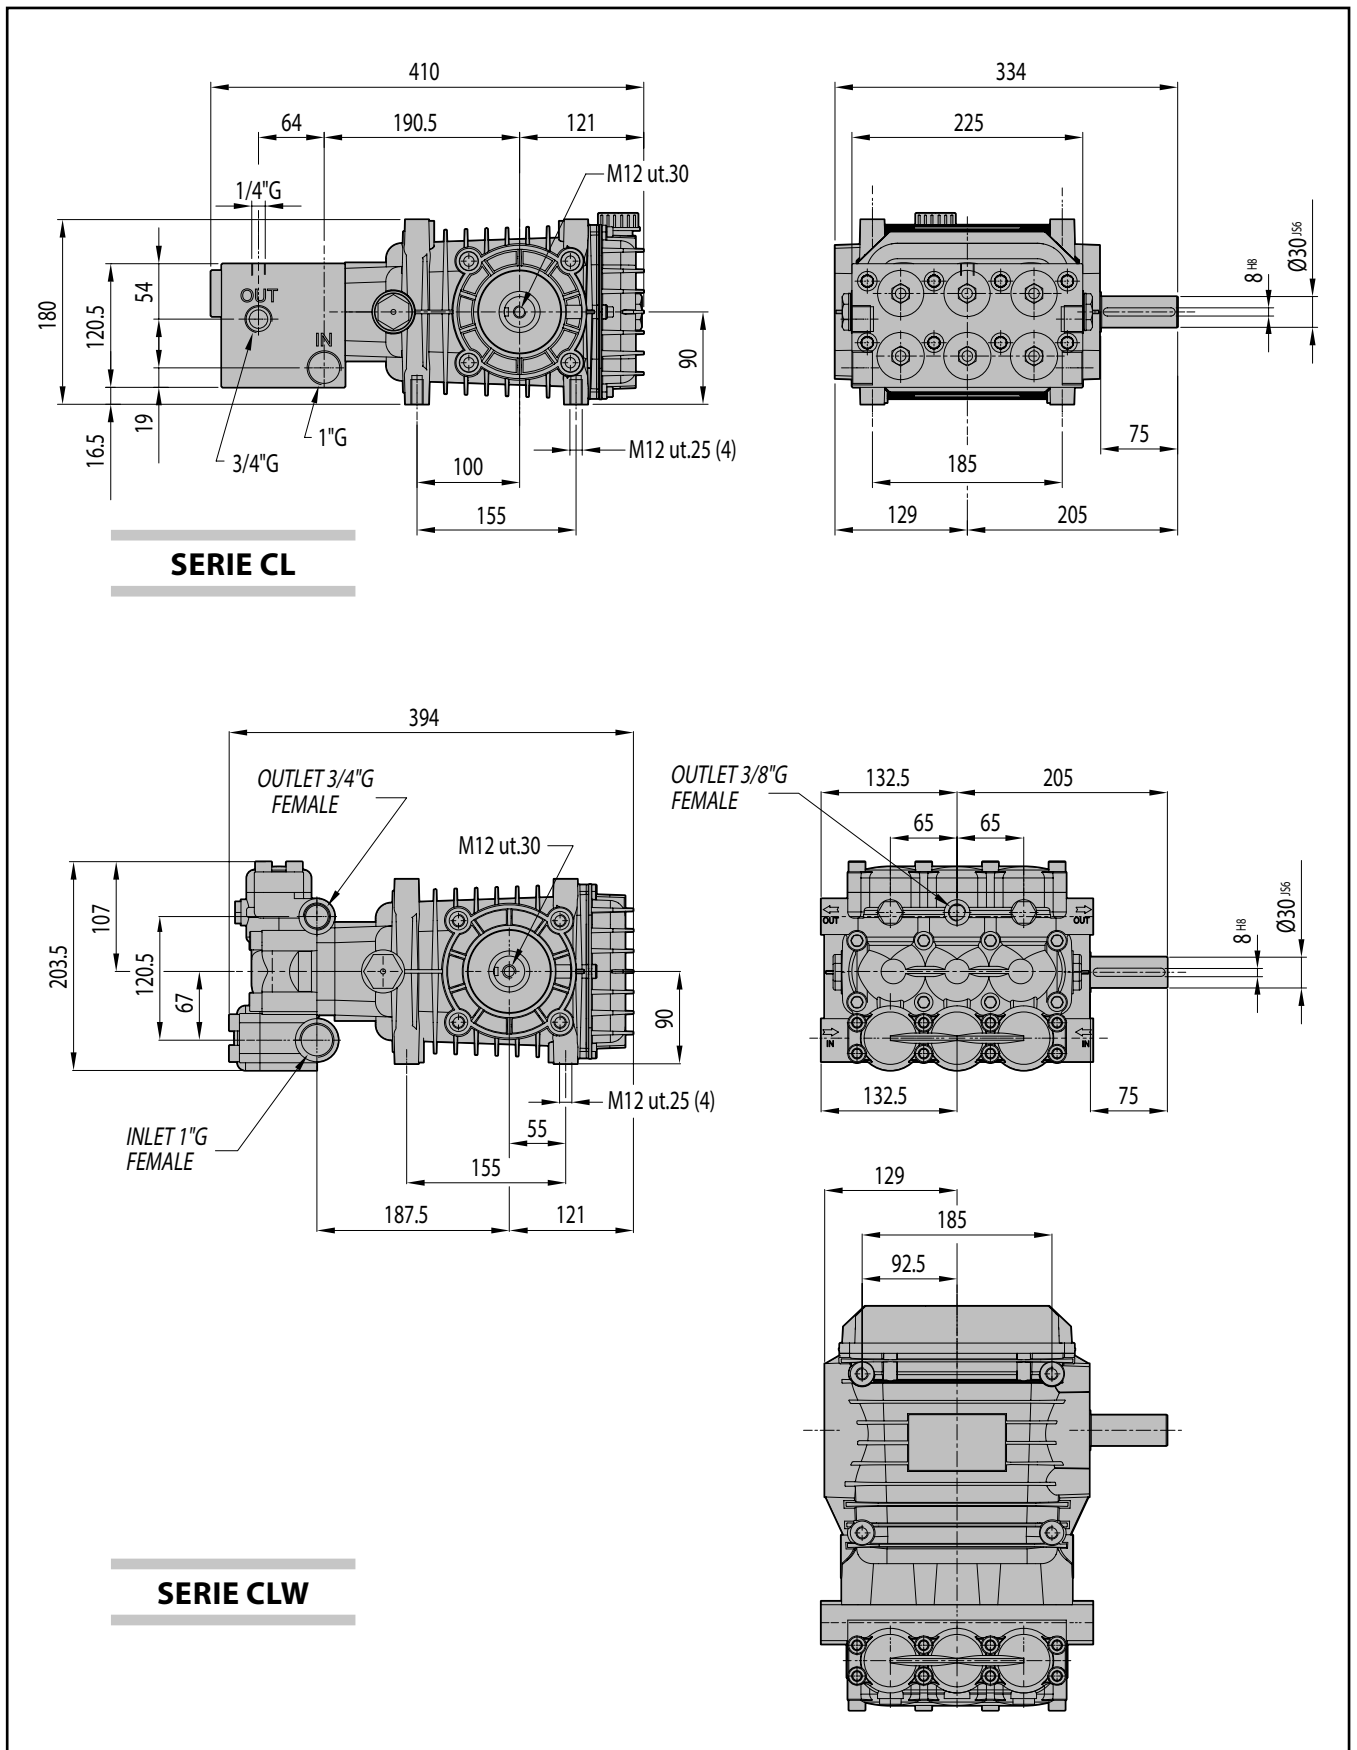

Abb. 1
- Die Pumpe muss stabil befestigt werden. Der Unterbau, auf dem sie ruht, muss eben und ausreichend fest sein, um Ausrichtungsfehler zwischen Pumpe und Motor und Vibrationen in der Arbeitsphase zu vermeiden. Für die Befestigung die vier Auflagenieten des Gehäuses der Pumpe verwenden, für die Abmessungen auf die Abb. 1 Bezug nehmen.
Für die Hauptabmessungen auf Abb. 1 Bezug nehmen.